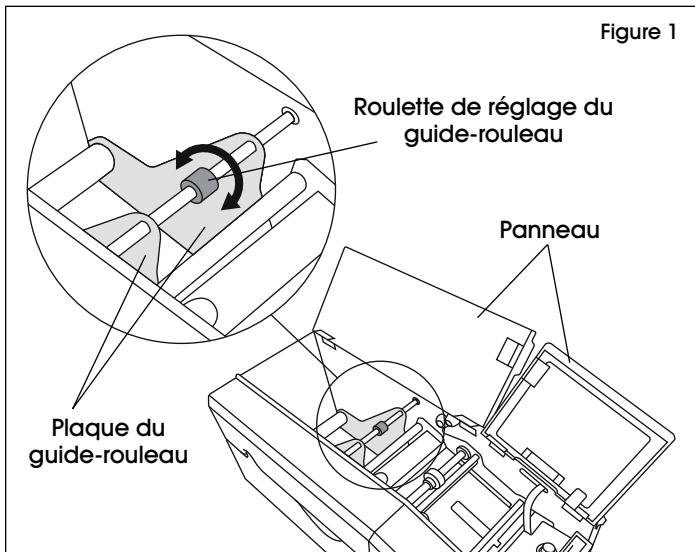

Figure 1
1. Ouvrez les panneaux et réglez les plaques de guidage du rouleau pour qu'elles correspondent à la largeur du ruban adhésif. (Voir Figure 1)